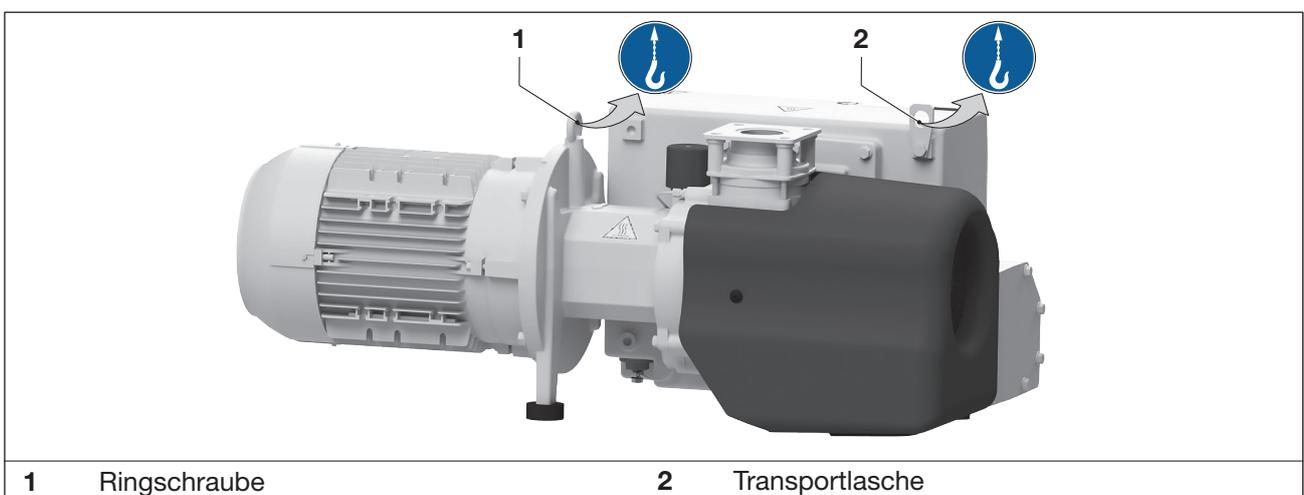

Abb. 1 Lastaufnahmemittel zum Anheben und Transportieren (Beispiel V-VCS 300 – andere Pumpen sind ähnlich)
- b) Die Ringschraube (Abb. 1/1) fest anziehen.
- c) Zum Anheben der Maschine, diese mittels Hebezeug an der Ringschraube (Abb. 1/1) und der Transportlasche (Abb. 1/2) aufhängen.